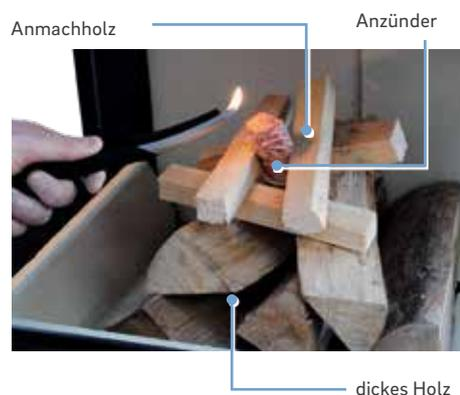

Abb.: 9 Beispiel des Anzündvorgangs, Scheitholzmenge entsprechend der Vorgabe „23 Scheitholztabellen“ auf Seite 48 auflegen.
- Anders als bei einem Lagerfeuer wird das Feuer im Grundofen von oben angezündet. Legen Sie oben auf die Holzscheite möglichst klein gespaltenes, trockenes Weichholz als Anfeuermodul auf (Abb.: 9).